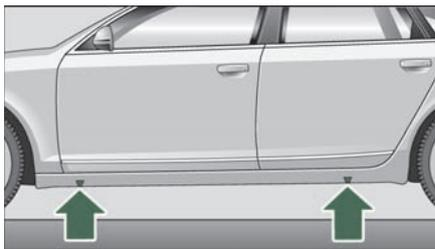

图 252 更换车轮：汽车千斤顶的安放位置
- 找到边梁下面距损坏车轮最近的**支撑点** =>第280页，图 252。
只允许将汽车千斤顶安放在指定的位置 => 第280页，图 252。每个车轮只有一个对应位置。在其它位置处不允许安放汽车千斤顶。